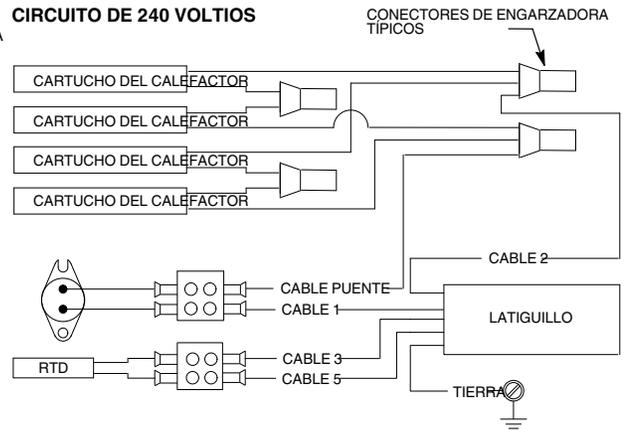

Figura 16 Reparaciones de calefactor y RTD
2. Soltar los tornillos (8) en el conector (9) y extraer los cables del termostato.
3. Extraer los tornillos (3) y las arandelas de bloqueo (4) que fijan el termostato (5) a la cubierta (7).
4. Aplicar un compuesto del disipador de calor (10) al termostato (5). Instalar el termostato utilizando las arandelas de bloqueo (4) y los tornillos (3). Apretar bien los tornillos.
6. Insertar los cables del termostato en el conector (9) y apretar el tornillo (8). Ver la figura 16 para el esquema eléctrico, en caso necesario.
7. Instalar la cubierta lateral (1) en la caja del calefactor (6) utilizando los tornillos (2). Apretar bien los tornillos.
1. Ver la figura 16. Extraer los tornillos (14) que fijan la cubierta inferior (1) a la caja del calefactor (12) y a la carcasa (3).
2. Soltar los tornillos (5) que fijan la cubierta lateral (6) a la caja del calefactor (12).
4. Extraer con cuidado el cartucho del calefactor (2) de la carcasa (3).
5. Aplicar un compuesto del disipador de calor (15) al cartucho del calefactor. Instalar el cartucho del calefactor en la carcasa (3). Guiar los cables del calefactor por la carcasa (3) y la caja del calefactor (12), tal y como se indica.
6. Pelar el aislamiento en todos los cables cortados. Engarzar las virolas nuevas en cada cable. Ver la figura 16 para el esquema eléctrico, en caso necesario.
7. Instalar la cubierta lateral (6) en la caja del calefactor (12) utilizando los tornillos (5). Apretar bien los tornillos.
8. Instalar la cubierta inferior (1) en la carcasa (3) y en la caja del calefactor (12) utilizando los tornillos (14); apretar bien los tornillos.
3. Soltar los tornillos (7) en el conector (8) y extraer los cables RTD.
4. Extraer con cuidado el RTD (13) de la carcasa (3).
5. Aplicar un compuesto del disipador de calor (15) al RTD (13). Instalar el RTD en la carcasa (3). Guiar los cables RTD por la carcasa (3) y la caja del calefactor (12), tal y como se indica.
7. Insertar los cables RTD en el conector (8). Apretar el tornillo (7).
9. Instalar la cubierta lateral (6) en la caja del calefactor (12) utilizando los tornillos (5). Apretar bien los tornillos.